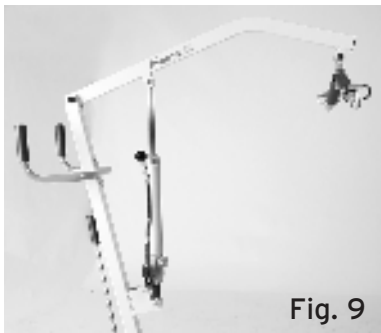

Fig. 9
1. Disporre l'attuatore idraulico come in figura andando a bloccarlo bene nella parte superiore e inferiore tramite viti e dadi autofrenanti. (Fig.9)